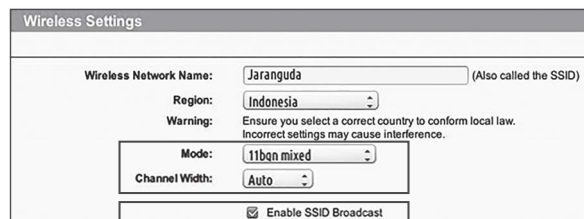

Fig. 1
2. Verifique se o modo de configuração wireless do seu router 802.11 é mistura de b/g/n. (Ver Fig. 1)
3. Verifique se a largura do canal/banda de configuração wireless do router é Auto ou 20M ou 20M misturado com 40M. (Ver Fig. 1)
4. Verifique se o seu router Ativa a função SSID Broadcast quando se ligar à máquina com a aplicação. E pode aproximar depois de se ligar com êxito. (Ver Fig. 1)